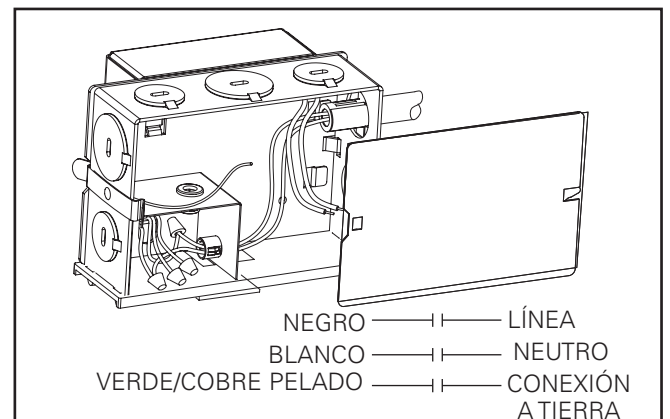

Figura 11.
- Extraiga la cubierta de la caja de derivación (Figura 11.).